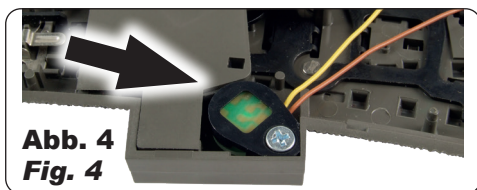

Abb. 4 Fig. 4
5. Schrauben Sie nun den Montagering mit der Beleuchtungsplatine gemäß Abb. 4 über die Lichtverteilerscheibe.
5. Screw the mounting ring with the lighting board over the light diffusion disk onto the turnout as shown in fig. 4.